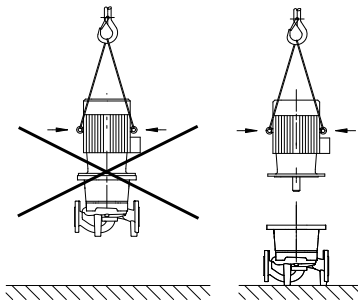

Fig. 8: Preprava motora
- Prepravné oká na motore smú byť použité len na prepravu motora, nie celého čerpadla (Fig. 8).